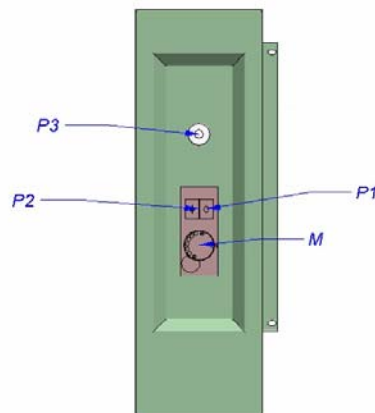

FIG.5
- b) Pulsar el pulsador “P1” (Fig. 5), al mismo tiempo, pulsar el Piezoeléctrico del Piloto “P3” (Fig. 5) repetidas veces, hasta que la llama del piloto quede encendida. Mantener pulsado a fondo “P1” hasta que soltándolo, la llama del piloto permanezca estable.
- c) A partir de este momento, para encender el quemador, girar el mando de la válvula “M” (Fig. 5) en sentido antihorario, fijándolo en la posición que corresponda a la temperatura elegida (ver tabla de temperaturas).
- Girar el Mando de la válvula (Fig. 5) en sentido horario hasta la posición piloto. En esa posición el quemador se apagará, permaneciendo el piloto encendido.
- Para apagar el piloto pulsar a fondo el pulsador "P2" (Fig. 5).